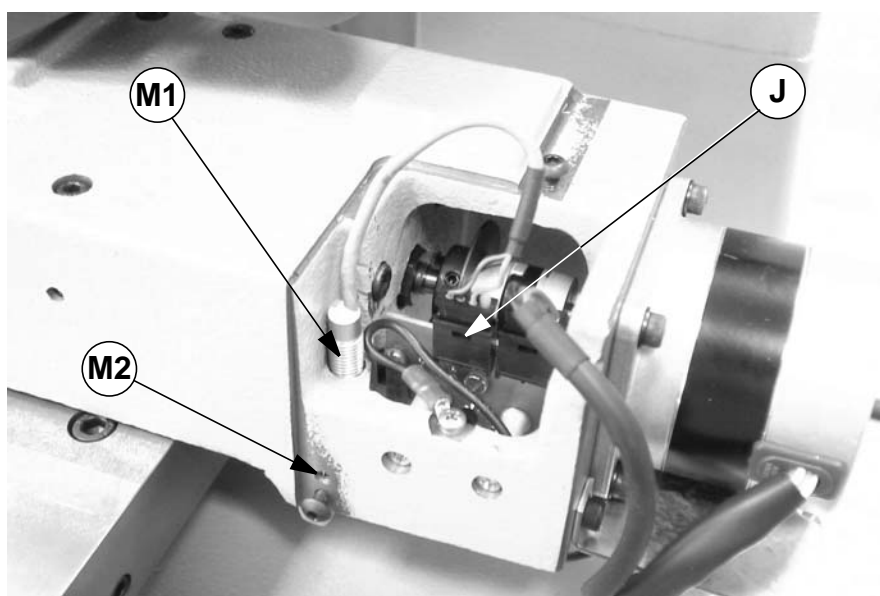

Fig. 43
- 5) disconnect the sensor connector (J) (fig. 43).